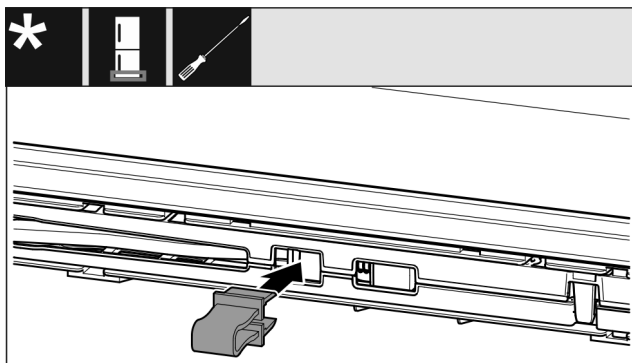

Fig. 16
- Sicherung in Öffnung einrasten. (siehe Fig. 16)